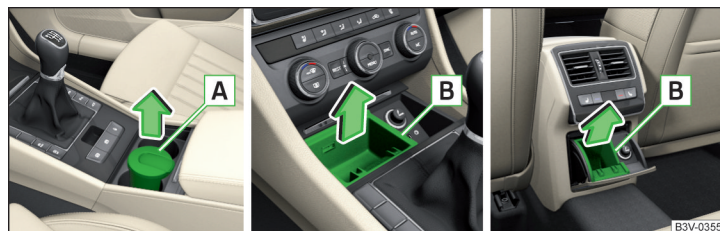

Fig. 113 Retirar el cenicero adelante / retirar adelante el suplemento del cenicero / retirar atrás el suplemento del cenicero
► No agarrar el cenicero **A** (no en la tapa) y **extraerlo** en el sentido de la flecha » **fig. 113**.
► Para **extraer** el inserto, abrir el cenicero, agarrar el inserto en el área **B** y **extraerlo** en el sentido de la flecha » **fig. 113**.